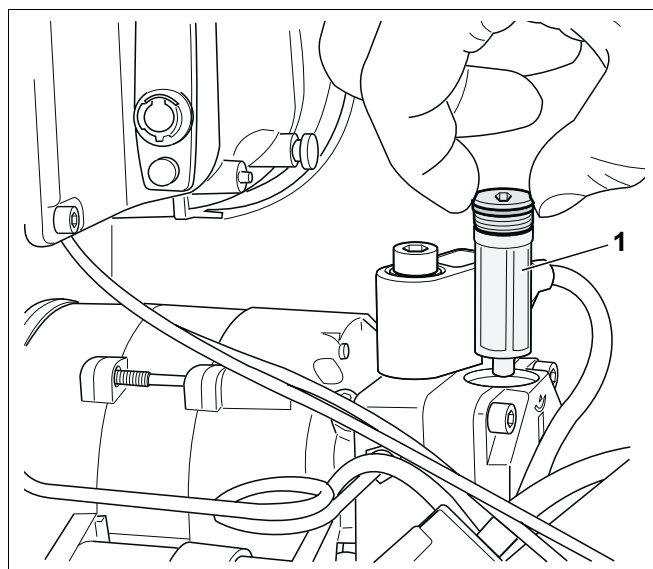

Fig. 16 Se verifică filtrul pompei de combustibil
- Filtrul pompei de combustibil (Fig. 16, **Poz. 1**) se scoate prin partea superioară.
- Se curăță filtrul pompei de (Fig. 16, **Poz. 1**) combustibil lichid cu neofalină, se înlocuiește după caz și se reinstalează în pompa de combustibil lichid.